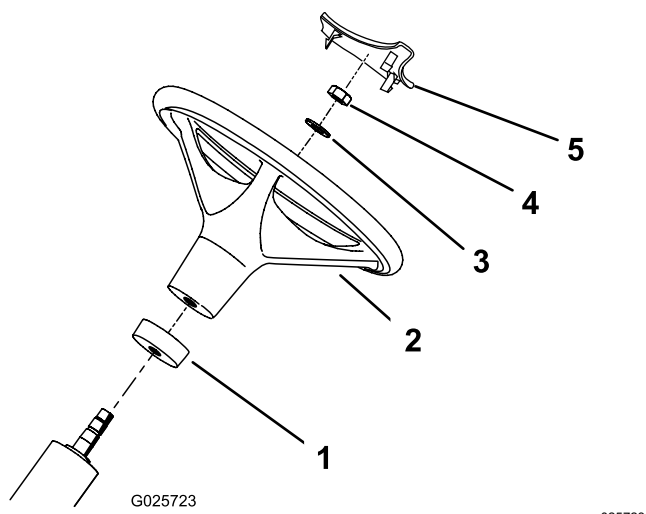

Рисунок 3
2. Наденьте кольцо из пеноматериала на рулевой вал концом меньшего диаметра вниз (Рисунок 3).
6. Вдавите крышку рулевого колеса на штатное место на рулевом колесе (Рисунок 3).
3. Наденьте рулевое колесо на рулевой вал (Рисунок 3).
4. Закрепите рулевое колесо на рулевом валу с помощью шайбы и стопорной гайки (Рисунок 3).